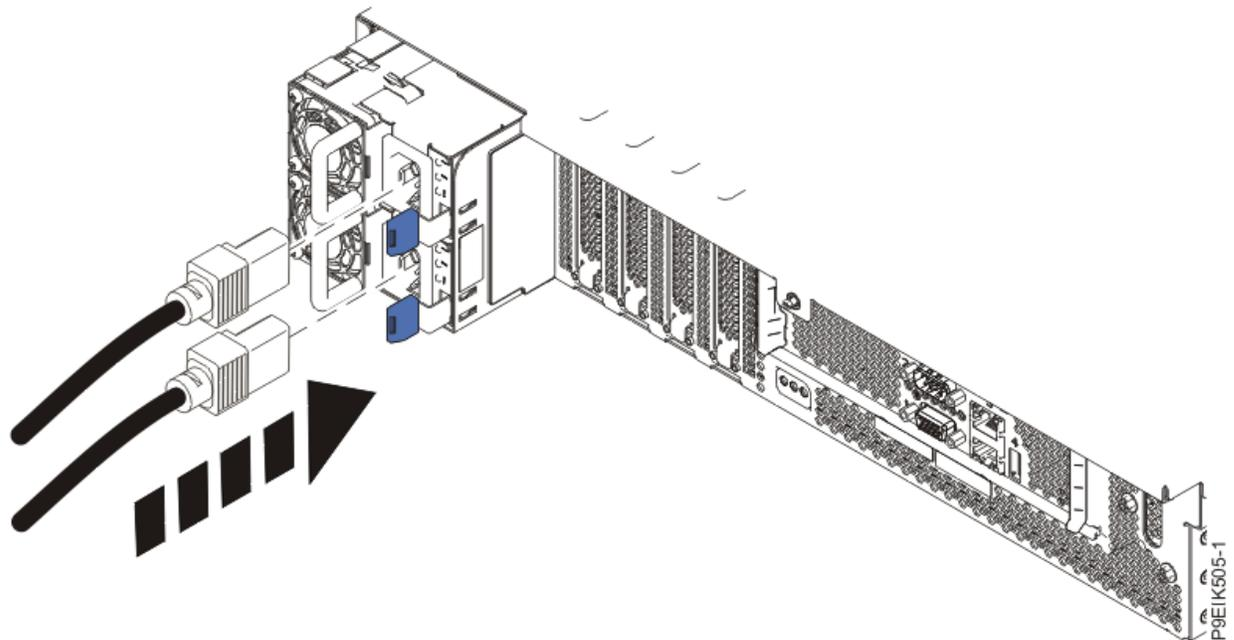

Figura 71. Conexión de los cables de alimentación al sistema
2. Utilizando las etiquetas, vuelva a conectar los cables de alimentación a la unidad del sistema como se muestra en la Figura 71 en la página 114.